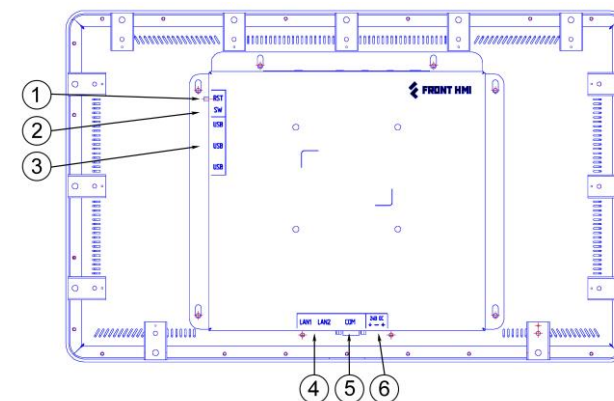

Рисунок 4 – Внешний вид тыльной стороны устройства
Примечание: При некорректной работе или зависании панели следует использовать аппаратный сброс устройства, кнопка (1) которого расположена на боковой части прибора (Рис.4). Кнопку сброса следует нажимать пластиковым штоком из комплекта поставки или любым другим немаetalлическим предметом подходящего диаметра. После нажатия сброса при наличии внешнего питания панель перезагрузится, в противном случае – выключится.
Таблица 4 - Режимы DIP переключателя (2) на боковой панели (Рис.4)